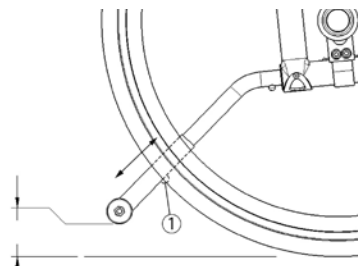

Fig. 39
Appuyez sur le bouton-poussoir (1) (Fig. 39) et glissez les rallonges d'anti-basculants jusqu'à la longueur désirée. Assurez-vous que le bouton s'enclenche en position.